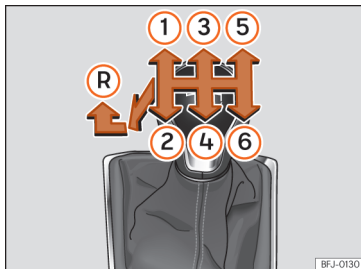

Fig. 121 Esquema de uma caixa de velocidades manual de 6 velocidades.
Na alavanca das velocidades indicam-se as posições das velocidades » **Fig. 121.**
- Com a alavanca das mudanças em ponto morto, pressione-a para baixo, mova-a para a esquerda até ao fim e depois para a frente para selecionar a marcha-atrás » **Fig. 121 (R).**